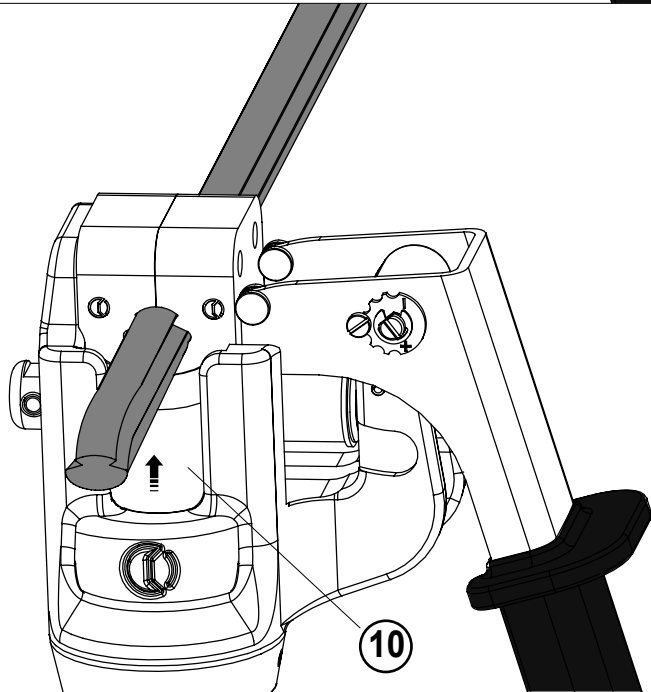

FIG. 5 CUTTING - COUPE - SCHNEIDEN - CORTE - TAGLIO
- Operate the pump to advance the blade (10) to the conductor (see Fig. 5).
2.3) Cutting (Ref. to Fig. 5)
- Continue operating the pump, the blade (10) progressively advances, until the conductor is completely cut in a clean and precise manner, without deforming the conductor itself.
- En actionnant la pompe de façon continue, on approchera la lame (10) du conducteur (voir Fig. 5).
2.3) Coupe (Voir Fig. 5)
- Continuer à actionner la pompe; la lame (10) avancera progressivement jusqu'à la coupe complète du conducteur qui sera effectuée de façon nette et précise sans aucune déformation de celui-ci.